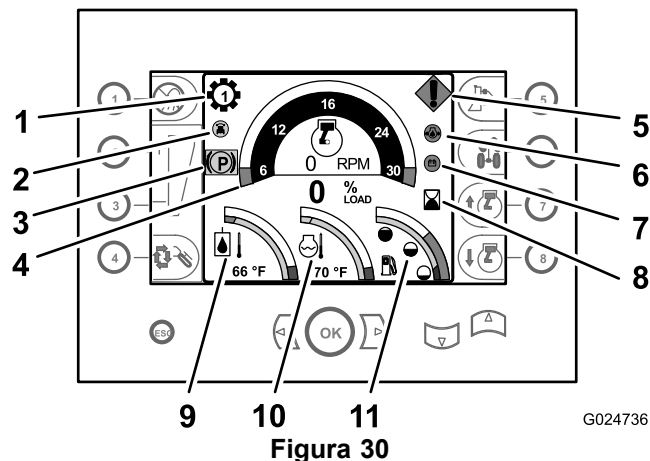
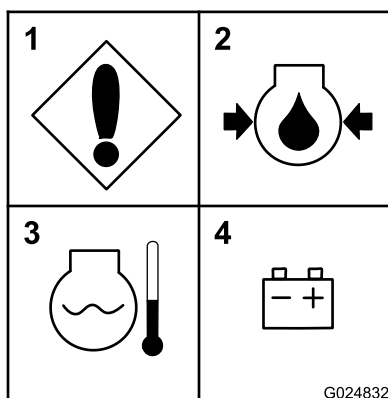

Figura 30
Figura 31
- **Indicador de marchas** – Este indicador muestra la marcha que está seleccionada para la transmisión (marchas de 1 a 4), y está situado encima y a la izquierda del taquímetro (Figura 30).
- **Indicador de inclinación automática** (Kit opcional) – Indica si la función de inclinación automática está activada o desactivada. El indicador de inclinación automática está situado justo debajo y a la izquierda del indicador de marchas (Figura 30).
- **Taquímetro** – El taquímetro muestra la velocidad del motor en revoluciones por minuto (rpm). El taquímetro está situado en el centro de la parte superior de la pantalla del Centro de control (Figura 30).
- **Contador de horas** – El contador de horas muestra el número de horas de operación del motor. Está situado en la zona central derecha de la pantalla del Centro de control, a la derecha del taquímetro (Figura 30).
- **Indicador de la temperatura del aceite hidráulico** – Este indicador muestra la temperatura de trabajo del aceite hidráulico, y está situado en la zona inferior izquierda de la pantalla del centro de control (Figura 30).
- **Indicador de la temperatura del refrigerante** – Este indicador muestra la temperatura del refrigerante del sistema de refrigeración del motor. Está situado en la zona central inferior del grupo de instrumentos (Figura 30).
- **Indicador del nivel de combustible** – Este indicador muestra el nivel de combustible que queda en el depósito, y está situado en la parte inferior derecha de la pantalla del centro de control (Figura 30).
- **Baja presión del aceite del motor** – Este mensaje de advertencia se muestra si la presión del aceite del motor es nula o baja (Figura 30 y Figura 31).
- **Sobrecalentamiento del motor** – Este mensaje se muestra cuando el motor se sobrecalienta (Figura 30 y Figura 31).
- **Compruebe el alternador o la batería** – Este mensaje aparece si el alternador no carga la batería (Figura 30 y Figura 31).
- **Error de la máquina o del motor** – Este mensaje se muestra si se produce una avería en la máquina o el motor. La causa de la avería aparece en los Diagnósticos del Panel de Instrumentos (Figura 30 y Figura 31).